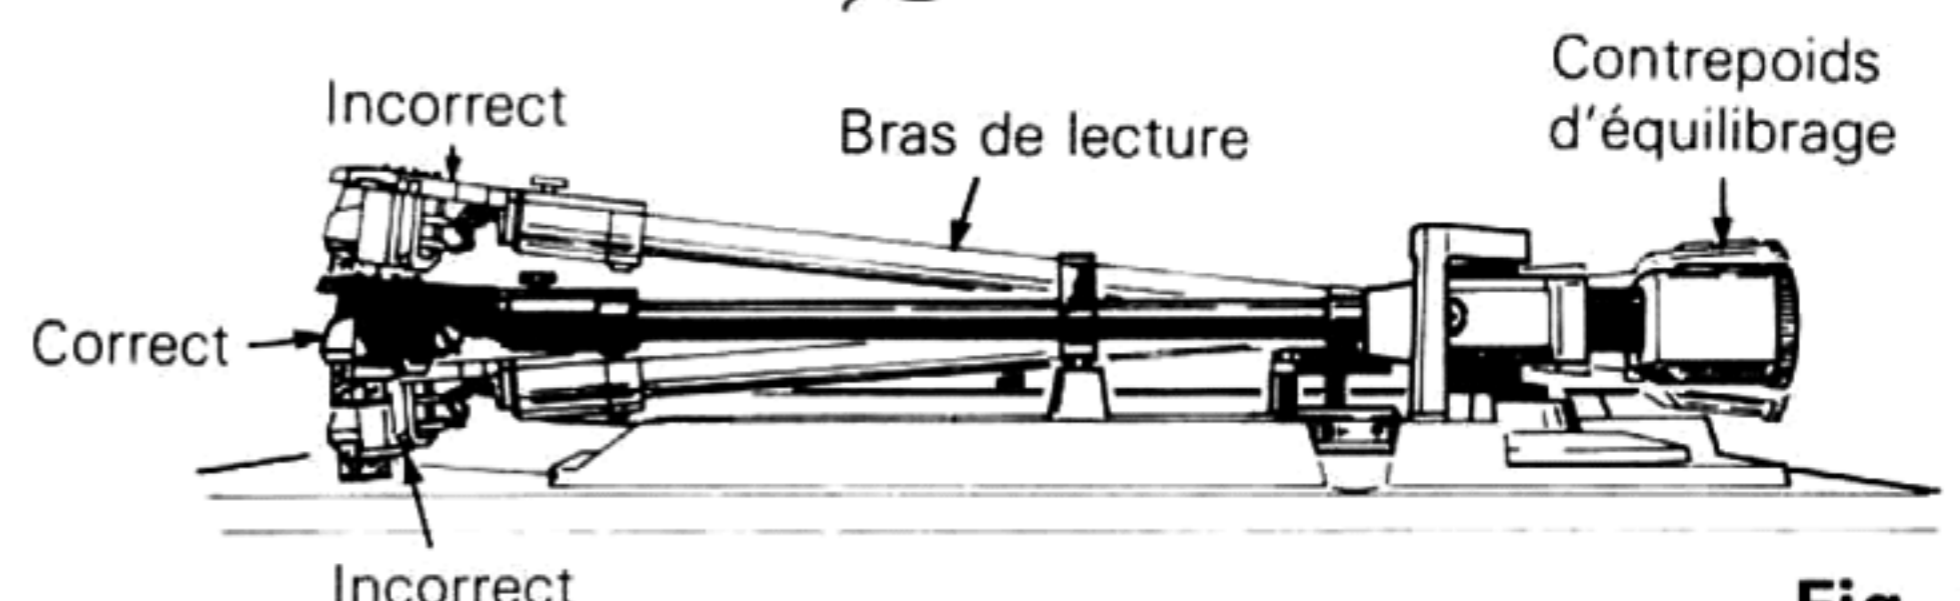

Fig. 4
2. Faire tourner le contrepoids d'équilibrage jusqu'à ce que le bras de lecture soit correctement équilibré. (Voir la Fig. 4)